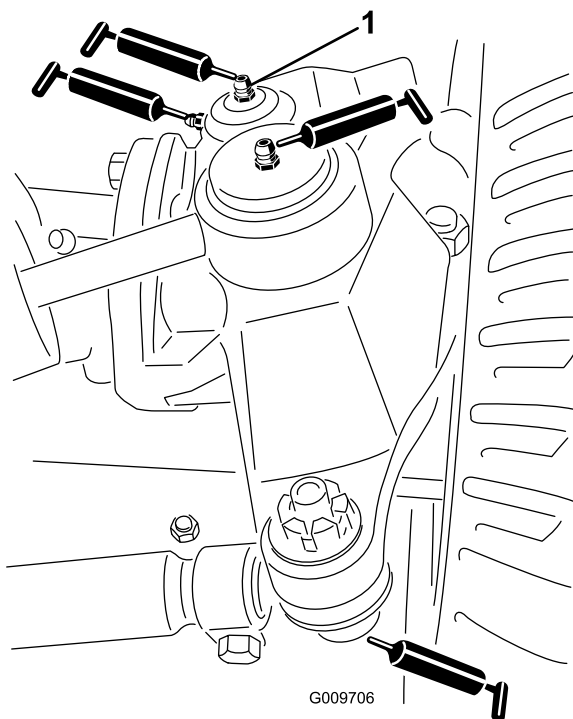

Figura 66
- Articulaciones esféricas del cilindro de dirección (2) (Figura 66)
- Articulaciones esféricas de las bielas (2) (Figura 66)
- Casquillos del pivote de dirección (2) (Figura 66). **El punto de engrase superior del pivote de dirección debe lubricarse solamente cada año (2 aplicaciones).**